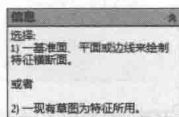

图 1-19 【信息】框
- 【信息】框: 引导用户下一步的操作, 常列举出实施下一步操作的各种方法, 如图 1-19 所示。